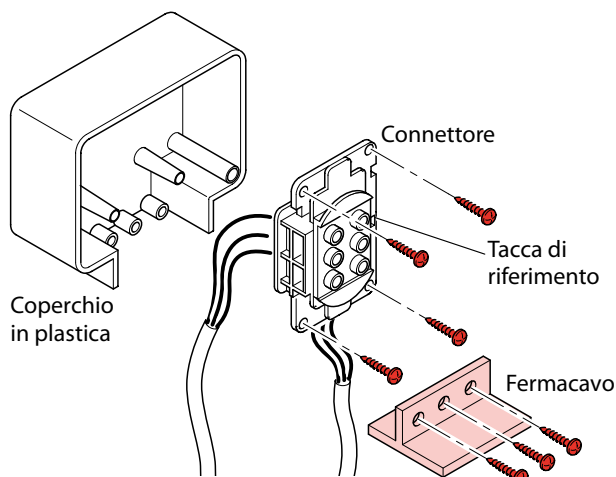

Fig. 4.
2. Inserire il connettore nel coperchio in plastica fissandolo con le apposite viti, quindi assicurare i cavi al coperchio tramite il fermacavo (vedi fig. 4).